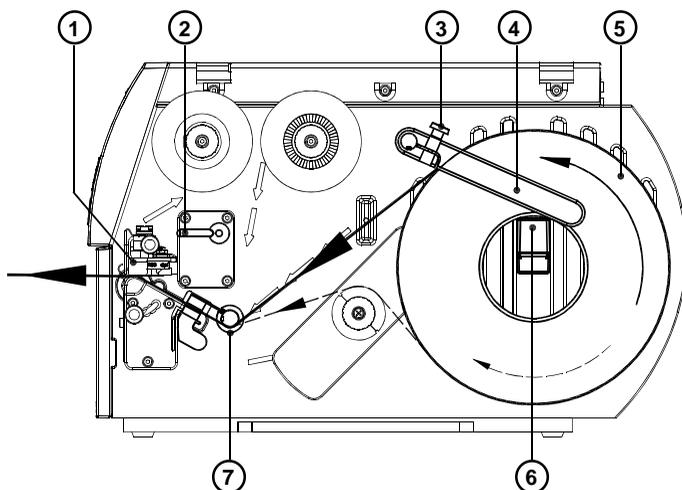

Рис. 2
1. Открутите винт с накатанной головкой (3), поверните направляющую подачу (4) вверх и выдвиньте её как можно дальше наружу.
2. Положите рулон этикеток (5) на роликдержатель (6) и отмотайте достаточно длинную полосу этикеток с рулона. Задвиньте рулон до упора.
3. Опустите направляющую подачу (4) до роликдержателя (6) вниз. Задвиньте подачу против рулона таким образом, чтобы отмотывание с рулона было бы несколько затруднительным. Закрутите винт с накатанной головкой (3).
4. Поверните рычаг (2) по ходу часовой стрелки до упора и тем самым поднимите блок печатающей головки (1).
5. Выдвиньте ведущее кольцо (7) как можно дальше наружу.
6. Протяните полосу этикеток, как показано на рис. 2, через принтер. Направление движения для этикеток, свёрнутых наружу, изображено сплошной линией, направление движения для этикеток, свёрнутых вовнутрь, изображено пунктирной линией.
7. Установите световой затвор этикеток (8) таким образом, чтобы чувствительный датчик (9) мог регистрировать пропуски между этикетками или отражающую и перфорированную маркировку. Для юстировки задвиньте световой затвор в нужное положение, при помощи грифа (10).